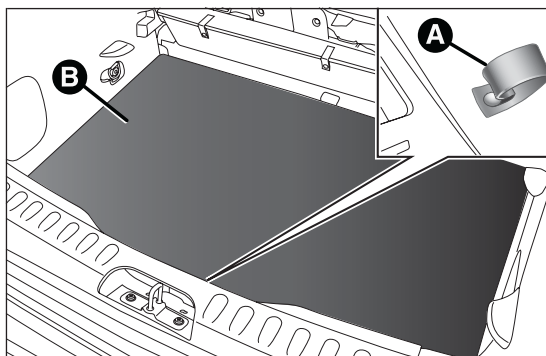

fig. 142
- ouvrir le coffre à bagages, tirer la languette A fig. 142 et soulever vers le haut le tapis de revêtement B ;